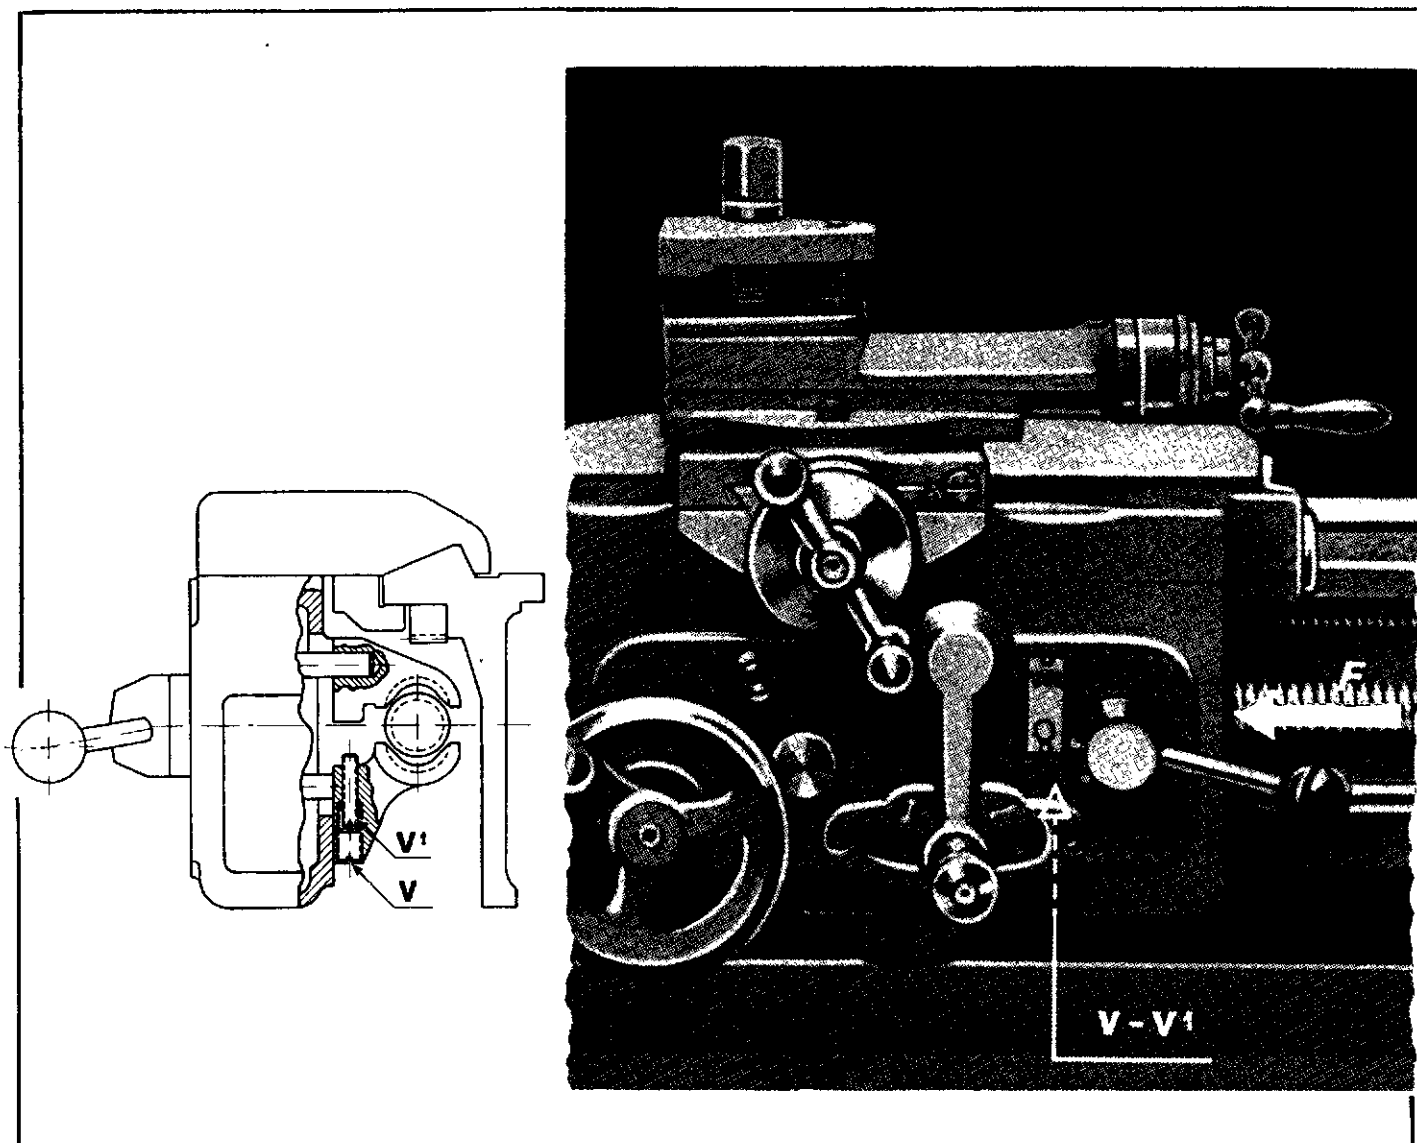

Fig. 15.
Il se peut que cet ennui soit dû au fait que les demi-écrous de la vis-mère serrent trop sur celle-ci. Dans ce cas, desserrez-les légèrement en procédant inversement à ce qui est dit page 21, figure 15.
- 1° Enlevez la contre-vis V située dans le demi-écrou inférieur (voir fig. 15);